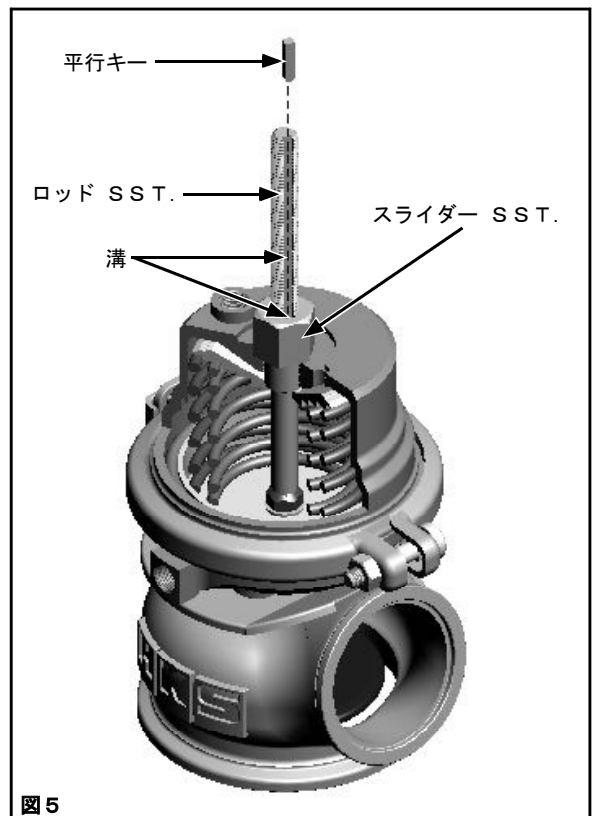

図 5
(6) ロッド SST.の溝にスライダー SST.の溝を合わせてください。(図5)
(7) 平行キーをロッド SST.とスライダー SST.の溝に差込んでください。(図5)